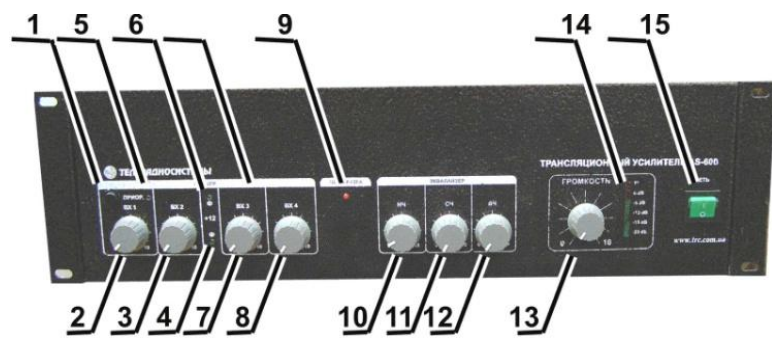
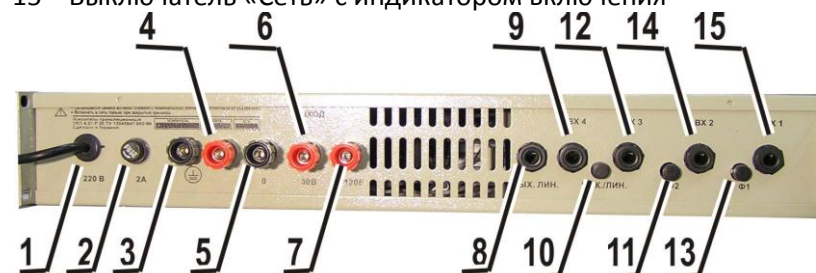

Рис. 1. Вид передней панели УМ спереди.
Рис. 2 Вид задней панели усилителя AS-100
Приоритет активизируется при нажатии кнопки (рис.1,поз.1) на передней панели усилителя. При этом загорается индикатор включения приоритета (рис.1,поз.5).
Усилитель содержит трёхполосный регулятор тембра (рис.1,поз.10-12), позволяющий изменять тембровую окраску сигнала и эффективно корректировать амплитудно-частотную характеристику входных звуковых сигналов.
Перегрузка входных каналов индуцируется красным светодиодом (рис.1,поз.9) на передней панели усилителя .
Для визуального определения уровня выходной мощности усилитель имеет ступенчатый индикатор выходного напряжения(рис.1,поз.14) .
2.3.6. Для озвучивания больших площадей возможно каскадирование двух и более усилителей. Для этого к линейному выходу (рис.2,поз.7) ведущего усилителя кабелем подключить линейный вход (рис.2, поз.8,9) ведомого усилителя.
соответствующего входа установить в положение ЛИНИЯ. Включить усилитель и установить общий регулятор громкости (рис.1, поз.) в крайнее правое положение, а регулятором уровня чувствительности соответствующего входа канала выставить номинальное напряжение на выходе усилителя, что определяется кратковременным подсвечиванием красного светодиода в индикаторе (рис1,поз.14), соответствующего уровню 0 дБ;
2.3.4. При работе АС-100 в составе систем оповещения рекомендуется использовать приоритетный вход «Вх1» для подключения источника с наивысшим уровнем приоритета (например микрофонную консоль МК-011, устройства тревожного оповещения). Звуковой сигнал «Вх 1» будет перебивать трансляцию звуковых программ по входам «ВХ 2...ВХ 4» (например, фоновой музыки, рекламных сообщений и т.п.). При этом кнопочный выключатель ПРИОРИТЕТА (рис.1,поз.1) должен быть в нажатом положении. Если кнопка ПРИОРИТЕТА отжата, происходит микширование сигналов по всем входам усилителя «Вх 1...Вх 4». Необходимые уровни сигналов по каждому входу устанавливаются соответствующими регуляторами уровней сигналов (рис.1 поз.1,2,7,8).
2.3.5. Трансляция сообщений с использованием микрофона необходимо подключить микрофон к любому из сигнальных входов ВХ 1, ВХ 2 или ВХ 3(при нажатом кнопочном переключателе. МИКР./ЛИНИЯ (рис.2,поз.12)). Общий регулятор громкости(рис.1,поз.13) установить в крайнее правое положение, а регулятором уровня чувствительности соответствующего входа выставить номинальное напряжение на выходе усилителя, что определяется кратковременным подсвечиванием красного светодиода в индикаторе (рис1,поз.14), соответствующего уровню 0 дБ.
При необходимости, регуляторами тембра(рис.1,поз.10-12) произвести требуемую коррекцию амплитудно-частотной характеристики. Передать речевое сообщение.
- Регуляторы чувствительности (рис.1 поз.1,2,7,8) и регулятор общей громкости (рис.1 поз.13) в крайнее левое (против часовой стрелки) положение.
2.2.6 Подключить источники сигнала к входам усилителя (рис.2 поз.8-11) с помощью
Первый канал усилителя «Вх.1» (рис.2, поз.11) является чисто микрофонным. При нажатии кнопки включения фантомного питания (рис.2, поз.14) на контакты разъема «Вх.1» (рис.2, поз.) подается напряжение +12В. для питания электретных микрофонов. В случае подключения динамических микрофонов к «Вх.1» усилителя -кнопка фантомного питания должна быть отжата.
Второй канал усилителя «Вх.2» (рис.2, поз.10) является также
микрофонным. В нем отсутствует приоритет. Включение фантомного питания осуществляется кнопкой «Ф2» (рис.2, поз.10), а регулировка уровня чувствительности во втором канале устанавливается регулятором уровня сигнала «Вх.2» (рис.1, поз.3);
Третий канал усилителя «Вх.3» (рис.2, поз.9) является переключаемым – микрофонный/линейный. При нажатой кнопке «МИК./ЛИН.» (рис.2, поз.13) вход третьего канала усилителя AS-100 является микрофонным (только для динамических микрофонов), при отжатой кнопке – линейным. Уровень регулировки чувствительности в третьем канале устанавливается регулятором уровня сигнала «Вх 3» (рис.1, поз.7).
Четвертый канал усилителя «Вх.4» (рис.2, поз.8) является линейным несимметричным. Уровень регулировки чувствительности в четвертом канале устанавливается регулятором уровня сигнала «Вх 4» (рис.1, поз.8).
2.2.7 Подключить необходимые акустические устройства к выходным клеммам (рис.2 поз.4-6);
2.2.8. Подключить сетевым шнуром (рис.2 поз.1) усилителя с сети ~ 220 В, 50 Гц .